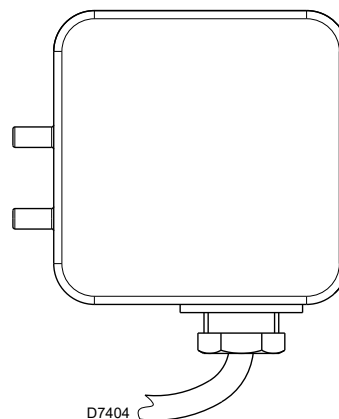

Abb. 28
- Stellen Sie den Luftdruckwächter (Abb. 28) auf den Skalenanfangswert ein.
Führen Sie die Einstellung des Luftdruckwächters (Abb. 28) aus, nachdem alle anderen Einstellungen des Brenners bei auf den Skalenanfang eingestellten Luftdruckwächter vorgenommen wurden. Mit Brenner auf verlangter Leistungsstufe langsam den Einstellungsdruck erhöhen, indem Sie den dafür vorgesehenen Drehgriff im Uhrzeigersinn bis zur Abschaltung des Brenners drehen. Dann den Drehgriff um zirka 20% des eingestellten Wertes gegen den Uhrzeiger drehen und anschließend den korrekten Anlauf des Brenners überprüfen. Blockiert der Brenner erneut, muss der Drehgriff nochmals geringfügig im Uhrzeigersinn gedreht werden.